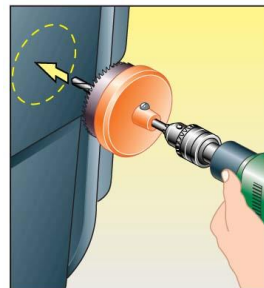

Abb. 1
**ACHTUNG** Die Zuläufe nicht im Bereich der Niveaufassung, Schwimmer, Tauchrohr anbringen um Fehlfunktionen zu vermeiden. Für den Anschluss der elektrischen Leitungen ist bauseits ein Kabellehrrohr vorzusehen (Abb. 3). Das Leerrohr kann in die im Zwischenstück vorgesehene Kabeldurchführung, aber auch an beliebiger Stelle durch Anbohren des Behälters (Abb. 1/2) montiert werden.
Nach Abschluss der Arbeiten wird der Siphon wieder eingebaut (auf korrekte Position lt. Abbildung 1 achten!) und der O-Ring in die vorhandene Nut zwischen Siphon und Behälter sorgfältig eingepreßt. Bei starker Verschmutzung oder Beschädigung ist der O-Ring zu erneuern.